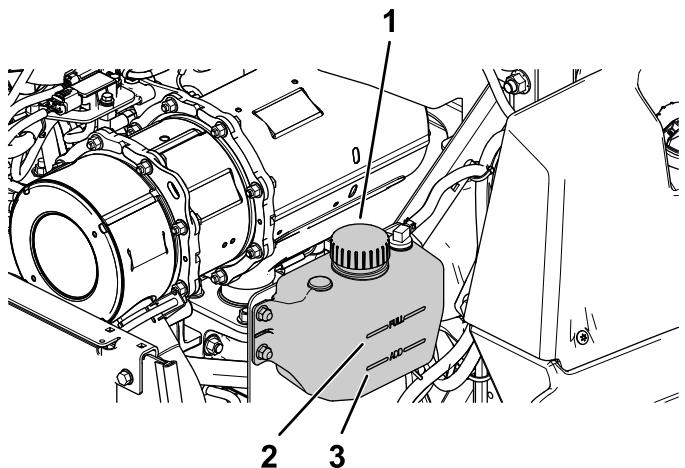

Figure 57
4. Vérifiez le niveau du liquide de refroidissement dans le vase d'expansion (Figure 57).
5. Si le niveau du liquide de refroidissement est trop bas, enlevez le bouchon du vase d'expansion et faites l'appoint de liquide spécifié (Figure 57).